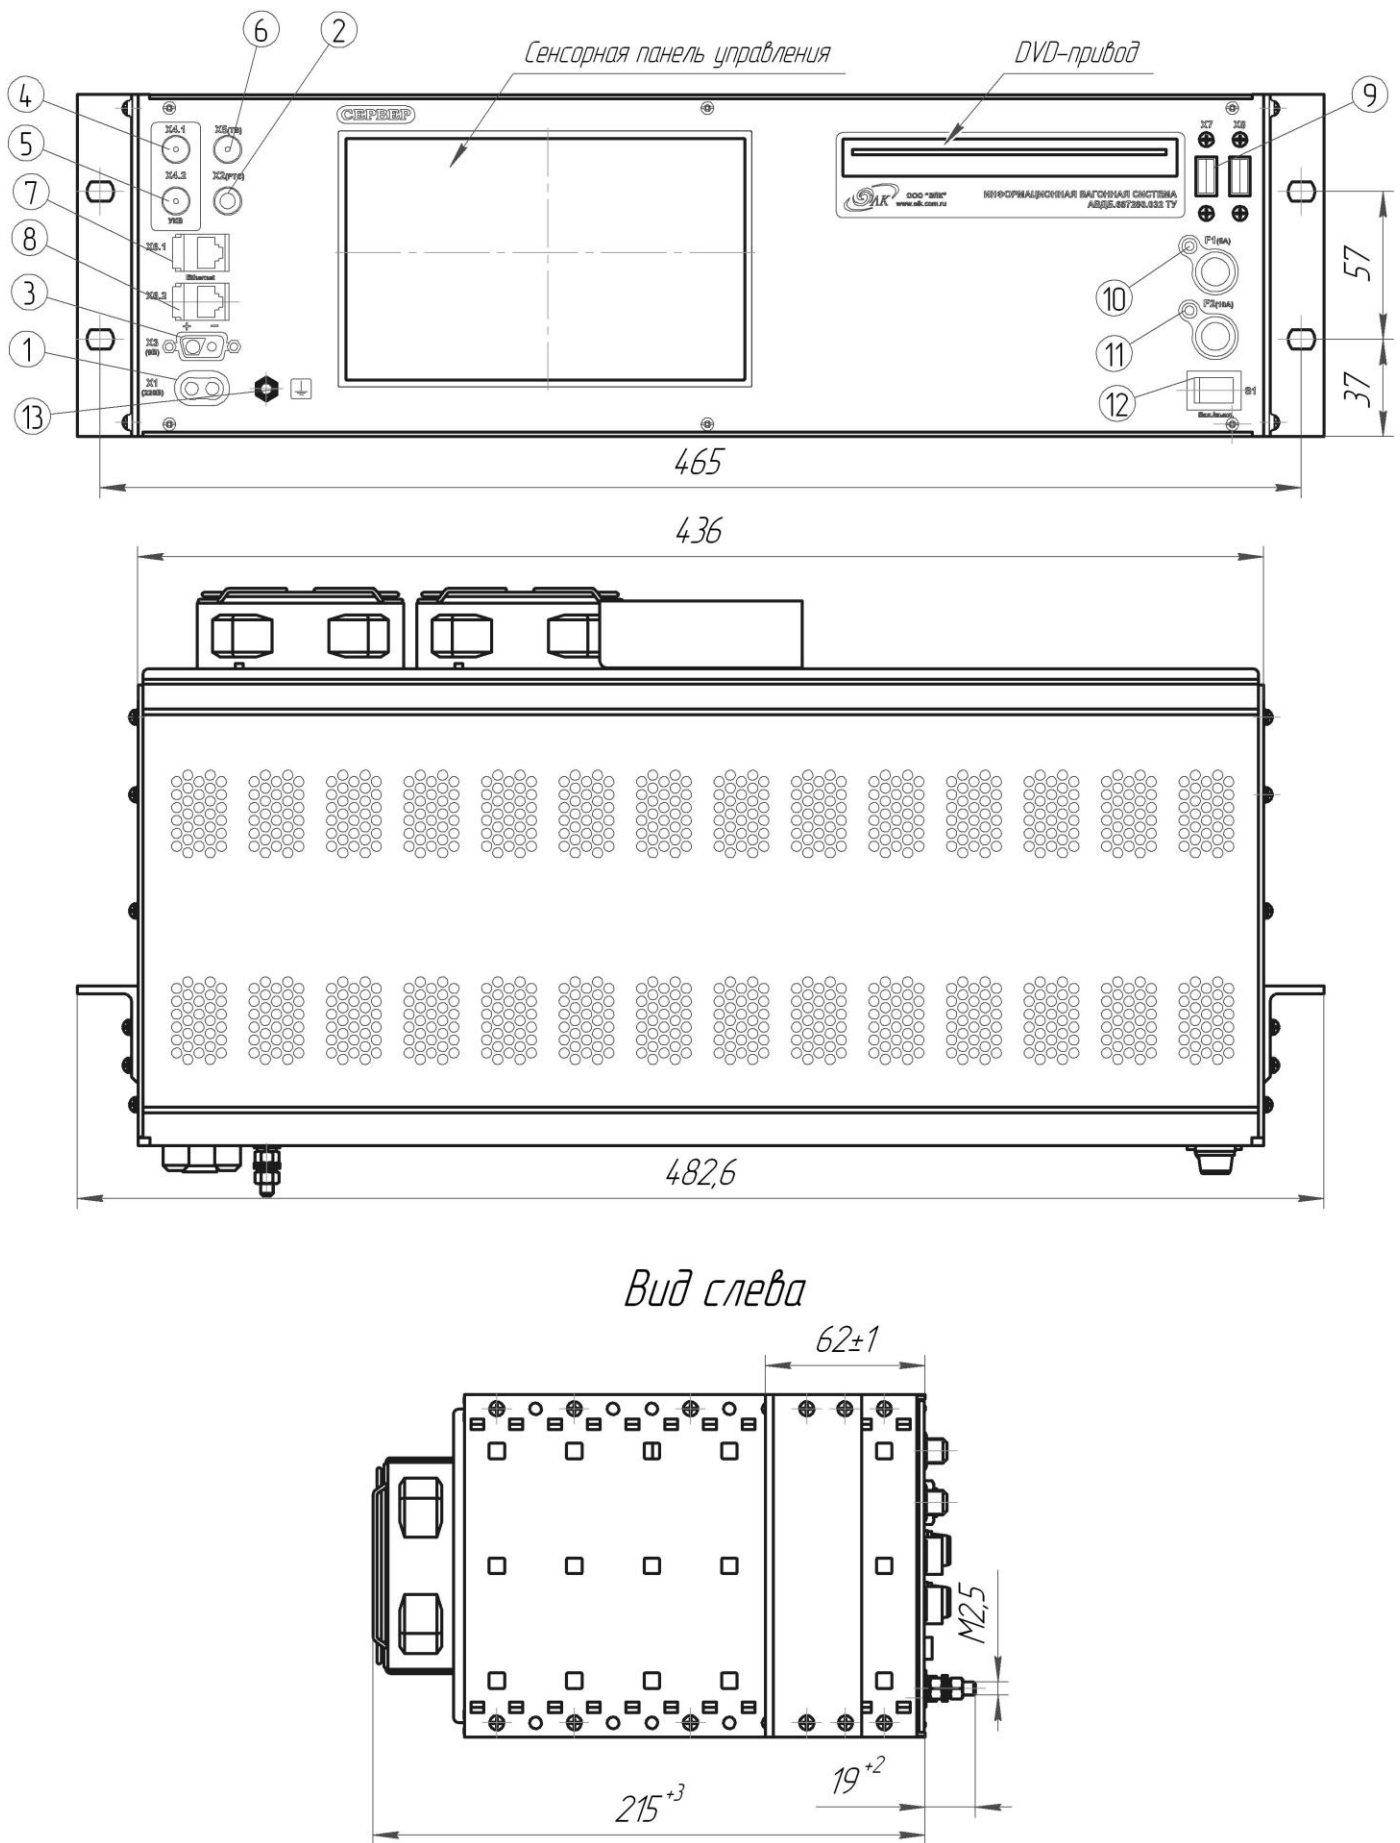

Рис. 1. Внешний вид и габаритные размеры сервера-3.01.
4.2.1 На лицевой панели сервера-3.01 расположены разъемы и кнопки: (см. рис.1):